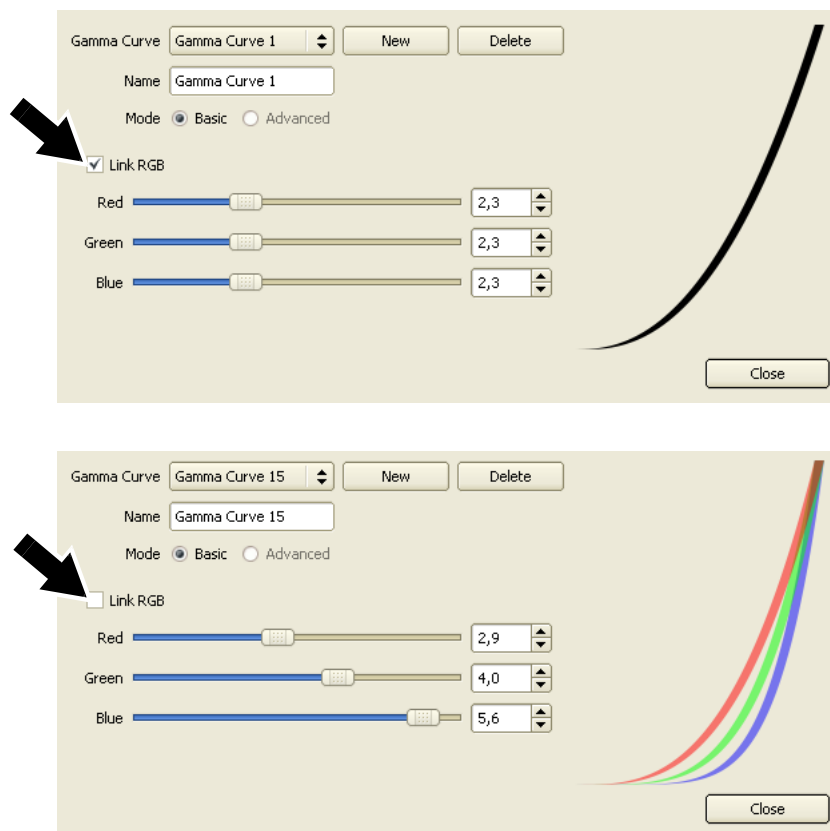

Рисунок 31: Редактор гамма-кривой
4. В окне **Gamma (Гамма-кривая)** можно выбрать текущую гамма-кривую или нажать на **Edit (Редактировать)**, чтобы открыть **Gamma Curve Editor (Редактор гамма-кривой)** (см. рисунок 31), где возможно выполнить точную настройку гамма-кривой